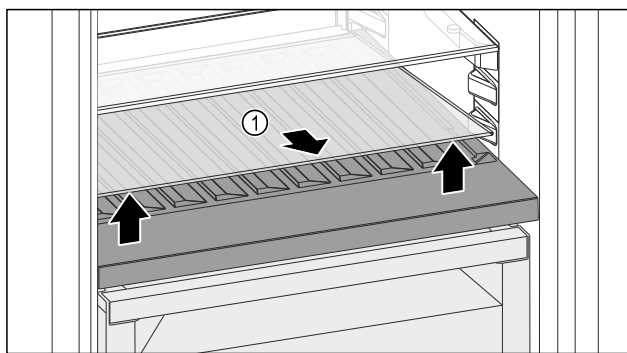

Fig. 107
- Glasplaat Fig. 107 (1) bij de uitsparing aan de voorzijde optillen en verwijderen.
- Glasplaat Fig. 107 (1) goed bewaren buiten het apparaat.